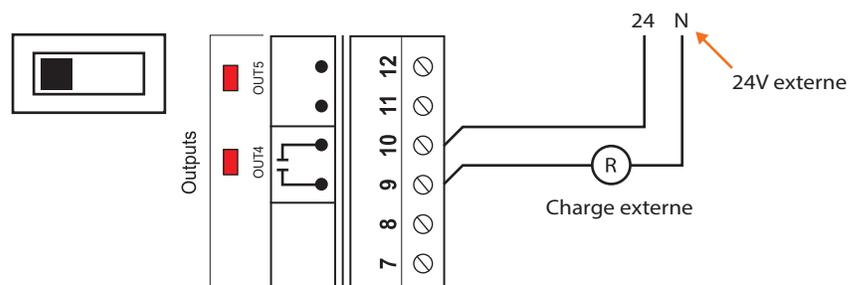

Figure 11 - Raccordement des sorties passives 3 et 4
2) Sortie passive (SINK). Le C1000 ouvre et ferme un contact pour permettre à une source de courant externe d'alimenter la charge (voir Figure 11).